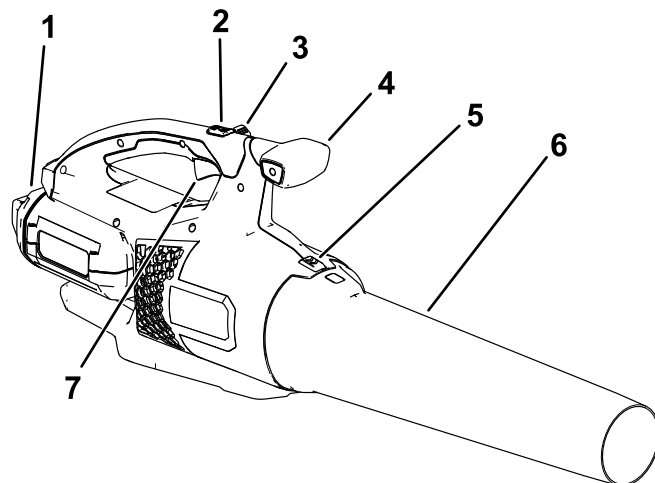

Figuur 1
Schuif de blaaspijp op het huis van de blazer. Mogelijk moet u de blaaspijp-vergrendeling indrukken zodat de blaaspijp inklikt (Figuur 1).
3. Hou de handgreep vast en duw het accupack in de handgreep tot de vergrendeling inklikt (Figuur 1).